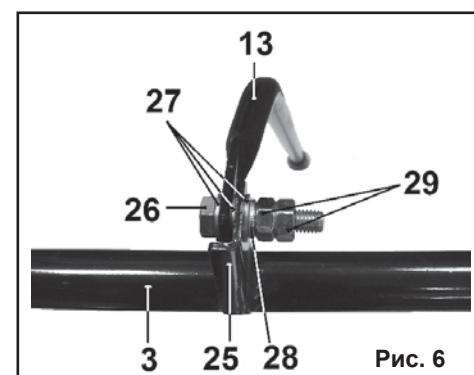

Рис. 6
6. Зафиксируйте положение болтом (26) с шайбами (27) и пружинной шайбой (28). 7.2.2. Ножку (13) установите так, чтобы обеспечивалось перемещение ее вокруг оси болта (26) с необходимым усилием.
Положение зафиксируйте двумя гайками (29) (Рис. 6).